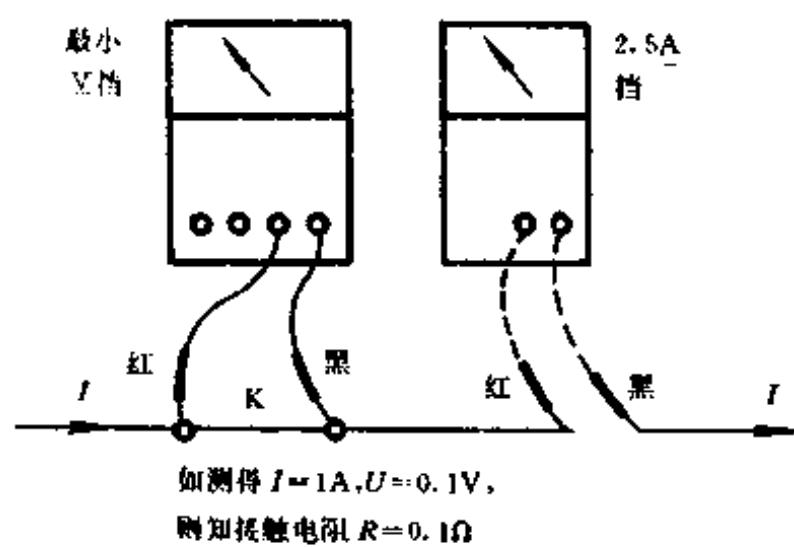

图 21
(2) 如果无 “ $D\Omega$ ” 挡和 $\times 1$ 挡，要单独测量电视机、音响、收录等电器中直流开关的接触电阻，可开机后将音量开得最大，将两台万用表分别如图 21 所示接入电路中，由测得值和欧姆定律算出开关接触电阻。如只有一台表，则应先后测 V 和 A ，算法一样。用两只表测时，还能测得开关的“动态电阻”。一般来说，如小音量时测得收录机或收音机直流开关上有明显的电压，则开关已接触不好。图 21 中所示方法即“伏-安法”(或“电压-电流表法”)中的“外接法”，(安培表接在伏特表之外，测小电阻用“外接法”)。其中还有一种“内接法”(图 21 中伏特表黑笔接在安培表黑笔处即为“内接法”)，这在测大电阻时用。